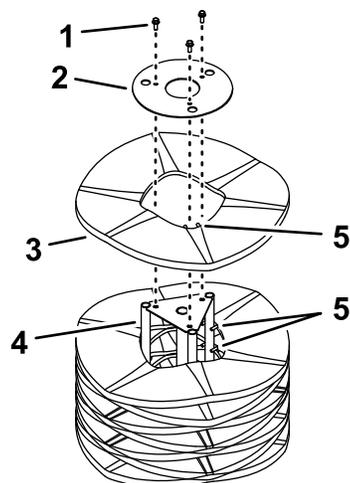

Figure 38
5. Posez l'ensemble balai sur son extrémité de sorte que la plaque de retenue d'extrémité soit dirigée vers le haut (Figure 38).
- Déposez et conservez les fixations de la plaque de retenue d'extrémité (Figure 38).
- Installez le(s) nouveau(x) segment(s) en décalant les doigts d'alignement des anneaux métalliques, comme montré à la Figure 38.